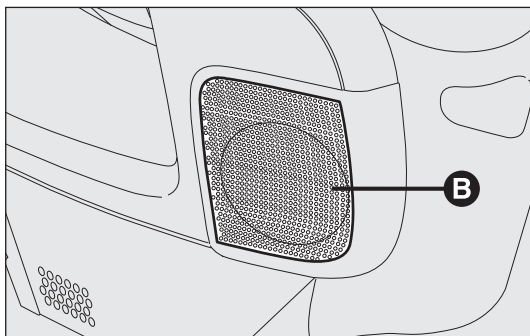

fig. 129
- ❑ n. 2 mid-woofer B ubicati sulle porte anteriori (diametro 165 mm, potenza 40W max ciascuno) fig. 129;